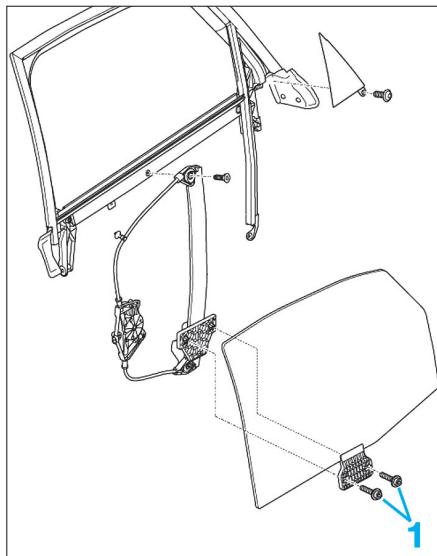

Fig. 54
- Déposer les fixations (1) (Fig.54) et extraire la vitre.